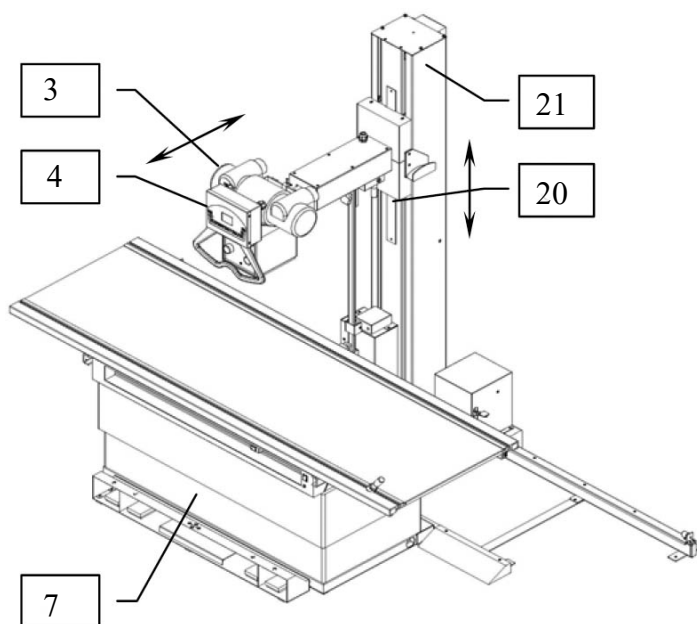

Рисунок 4.5
– Удерживая нажатой кнопку 5 (Рис. 4.3) на панели управления штатива, двигайте плечо трубки 3 (рис. 4.5) в поперечном направлении к центру стола 7. Освобождение внутреннего механического фиксатора (щелчок) будет говорить о том, что достигнуто центральное положение стола.